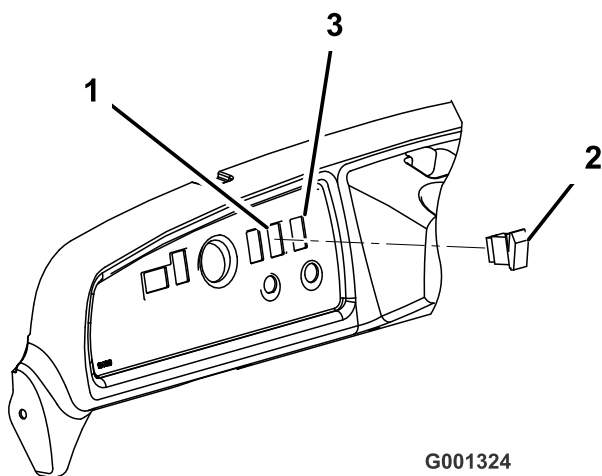

Figura 5
1. Staccate il tappo dal foro nella parte destra del cruscotto (Figura 5).
2. Collegate l'interruttore al connettore del cablaggio sul cruscotto. Inserite l'interruttore nel foro sul cruscotto (Figura 5).